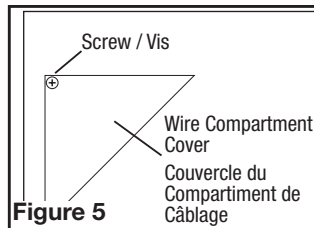

Figure 5
- 1a. **External Wire Compartment** (Not included with all models): Remove the wire compartment cover screw and place cover in a secure place (Figure 5).
- 1a. **Compartiment de Câblage Extérieur** (Non inclus avec tous les modèles) : enlever la vis du couvercle du compartiment à câblage et mettre ce couvercle dans un endroit fiable (Figure 5).